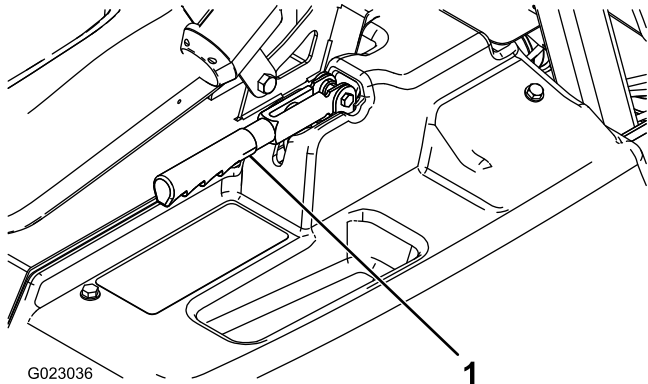

Figura 53
2. Slăbii urubul care fixează butonul pe maneta frânei de parcare (Figura 53).